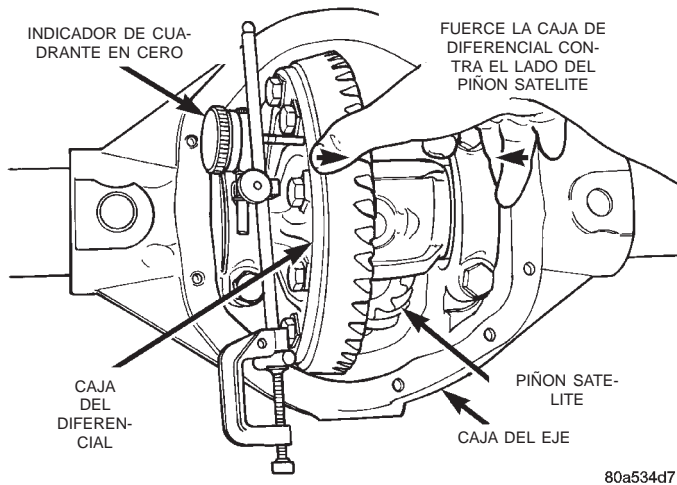

Fig. 67 Sostenga la caja del diferencial y coloque en cero el indicador de cuadrante
(21) Empuje y sostenga la caja del diferencial contra el piñón satélite (Fig. 67).
(22) Coloque en cero el indicador de cuadrante (Fig. 67).